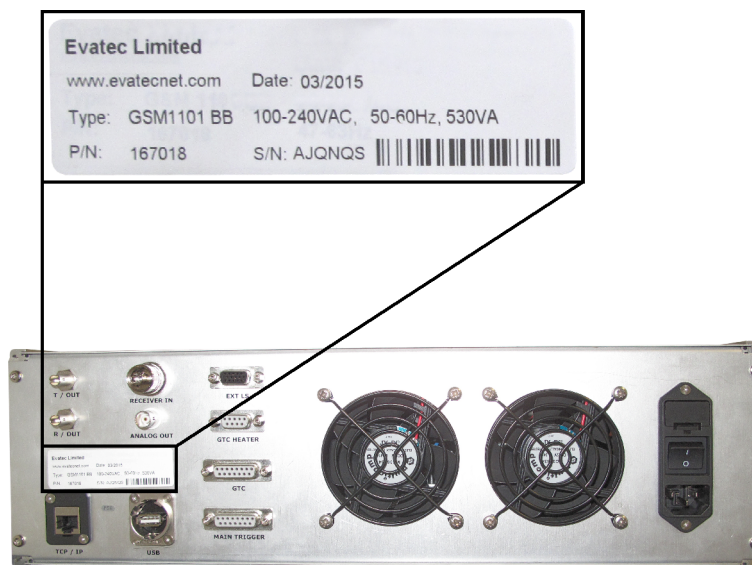

Abb. 1-1
- ♦ Auf der Rückseite des GSM 1101 Messgeräts. Siehe Abb. 1-1, 11.